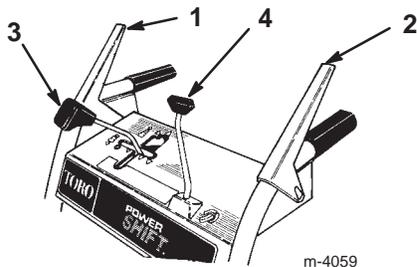

Bild 13
- **Betätigungshebel für Schnecken-/Gebläseradantrieb** (Bild 13)—Drücken Sie, um Schnecke und Gebläse zu aktivieren, den Hebel gegen den rechten Handgriff. Lassen Sie den Hebel zum Beenden los.
- **Fahrtriebshebel** (Bild 13)—Drücken Sie zur Betätigung des Fahrtriebs (Radantrieb) den Hebel gegen den linken Griff. Lassen Sie den Hebel zum Auskuppeln los.
- **Schalthebelsteuerung** (Bild 13)—Diese Steuerung verfügt über eine Leerlaufstellung, vier Vorwärtsgänge und zwei Rückwärtsgänge. Damit wird auch die Power Shift-Steuerung für die Räder gelenkt. Stellen Sie den Hebel in die gewünschte Position, um die Gänge zu wechseln.
- **Betätigung für den Auswurfkanal** (Bild 13)—Bewegen Sie die Betätigung des Auswurfkanals im Uhrzeigersinn, um den Auswurfkanal nach rechts zu bewegen, und entgegen dem Uhrzeigersinn, um den Kanal nach links zu drehen.
3. Lösen Sie den Betätigungshebel für Schnecke/Gebläserad und den Fahrtriebshebel (Bild 13).
1. Lassen Sie den Fahrtriebshebel los (Bild 13).